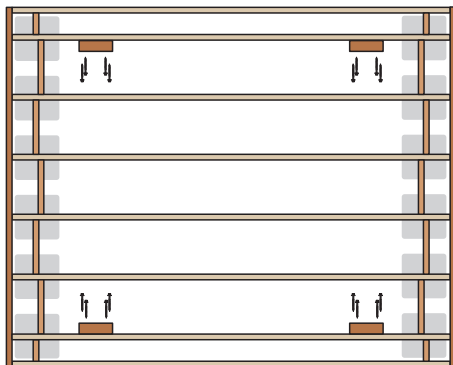

Imagen 49
3. Sujete el refuerzo de 12 in (30.5 cm) al ras y paralelo a la cara interior de la primera vigueta después de la vigueta perimetral. Instale refuerzos en las cuatro esquinas como se muestra en la **imagen 49** a continuación. Cada refuerzo se debe sujetar con cuatro tornillos de 3 in (76 mm) para plataformas exteriores a aproximadamente 3/4 in (19 mm) de cada borde del refuerzo.